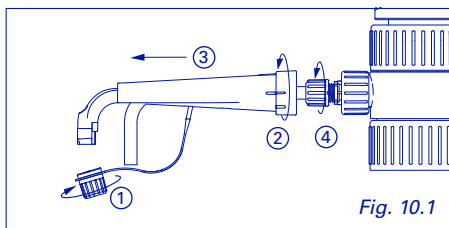
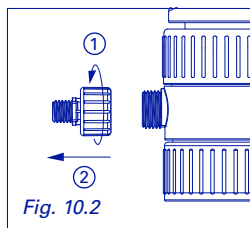

Fig. 10.1
Fig. 10.2
- ① Remove delivery jet (Fig. 10.1), then delivery jet adapter (Fig. 10.2) and keep for further use
- ① Ausstoskanüle (Abb. 10.1) und Adapter für Ausstoskanüle (Abb. 10.2) entfernen und für weitere Anwendungen aufbewahren.
- ① Retirer le bec verseur (Fig. 10.1) puis le raccord de bec (Fig. 10.2), garder pour utilisation future.